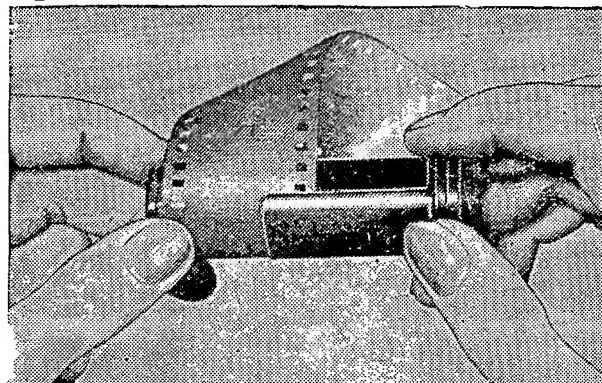

Рис. 10.
4. Вставить катушку во внутренний цилиндр кассеты таким образом, чтобы головка катушки вышла из отверстия в дне цилиндра (рис. 10).